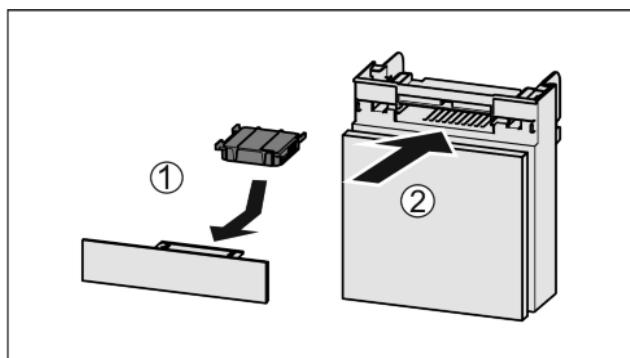

Fig. 42
- Вставити фільтр з активованого вугілля за малюнком Fig. 42 (1).
- Вставити відділення Fig. 42 (2).